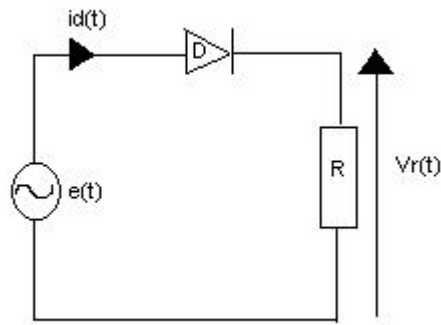

Figure 5
Le circuit de la figure 5 représente un redresseur à une alternance.
1. Réaliser le montage de la figure 5 .